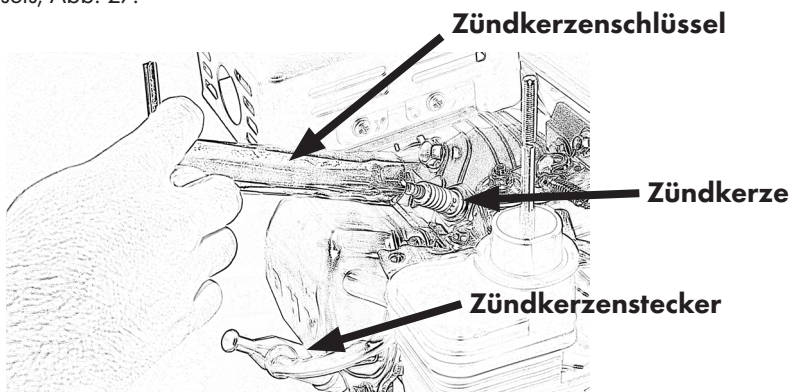

Abbildung 27
- Entfernen Sie den Zündkerzenstecker und lösen Sie die Zündkerze mit Hilfe des Zündkerzenschlüssels, Abb. 27.